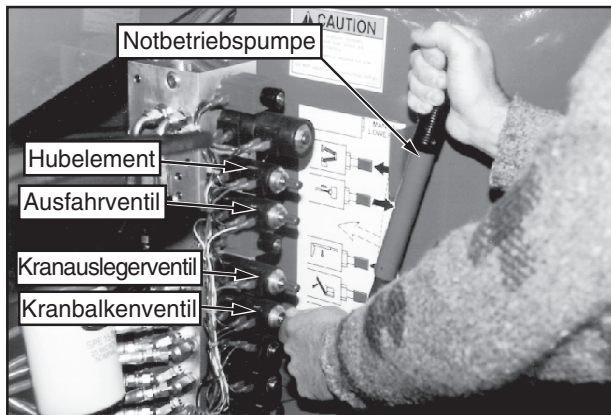

Abbildung 4: Notbetrieb
3. Den 'manual override' (Manueller Schaltmanipulator) (gerändelter Knauf) am entsprechenden Ventil betätigen (siehe Abbildung 4). Je nach Bedarf zum Absenken/Ausfahren Knopf hineindrücken, zum Heben/Einziehen Knopf herausziehen.